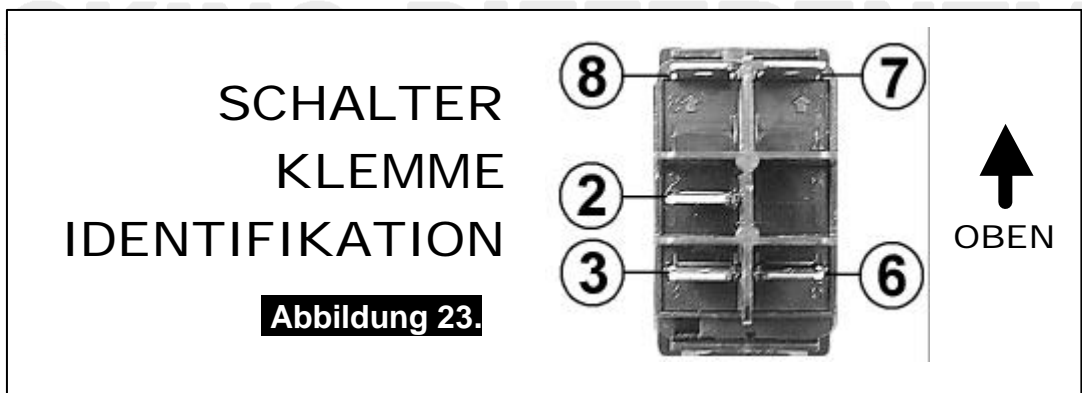

Abbildung 23.
**ANMERKUNG:** Verwenden Sie Abbildung 23. zum korrekten Anschließen des Schalters.
**ANMERKUNG:** Verwenden Sie Abbildung 23. zum korrekten Anschließen der Kontrollschalter.